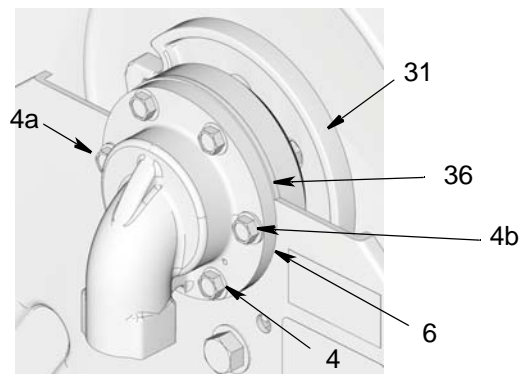

Рис. 21
- Для изменения положения впускного патрубка (6) его не требуется снимать.
- ТОЛЬКО для моделей среднего давления. При снятии болтов прокладка (36) за выпускным патрубком может сместиться. Не потеряйте эту деталь. Она понадобится для сборки после регулировки положения выпускного патрубка.
3. Поверните впускной патрубок (6) в требуемое положение.
4. ТОЛЬКО для моделей среднего давления. Вставьте прокладку (36) между впускным патрубком (6) и шарикодержателем (35) и выровняйте положение прокладки (Рис. 21).
5. Сначала вставьте 2 болта 4а и 4b (см. Рис. 21) через раму и впускной патрубок (6). Затяните болты с усилием, достаточным для удержания всех деталей на месте.
6. Затем вставьте остальные четыре болта (4). Затяните вручную с усилием 33,9–47,45 Н•м (25–35 футофунтов).